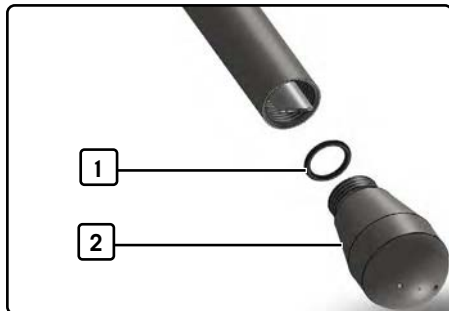

Abb. 8 Düse des Dampfrohrs, demontiert
2. Düse [2, Abb. 8] des Dampfrohres mit der Hand abschrauben und zur Seite legen.
4. Düse einschließlich Dichtung [1, Abb. 8] wieder anschrauben.